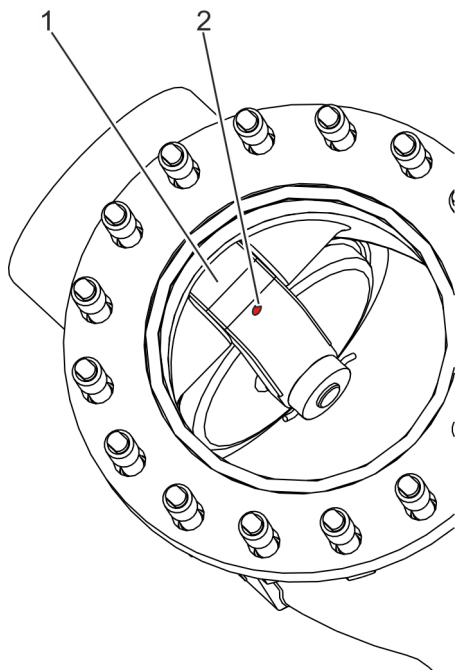

Fig. 27: Desmontar el eje de la clapeta
3. ➤ Si existe un orificio (Fig. 27/2) en el brazo de la clapeta (Fig. 27/1): atornille el cáncamo macho en el orificio situado en el brazo de la clapeta.